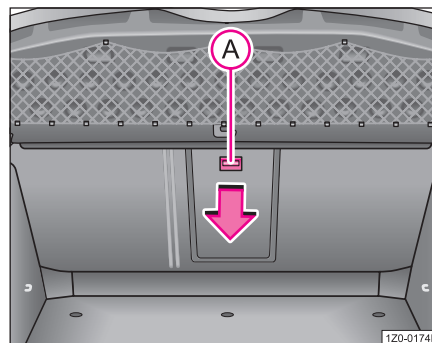

Fig. 111 Maletero: Tecla de desbloqueo
- Empuje la tecla de desbloqueo (A) hacia abajo ⇒ fig. 111 y abata la tapa (con apoyabrazos) hacia delante. ►